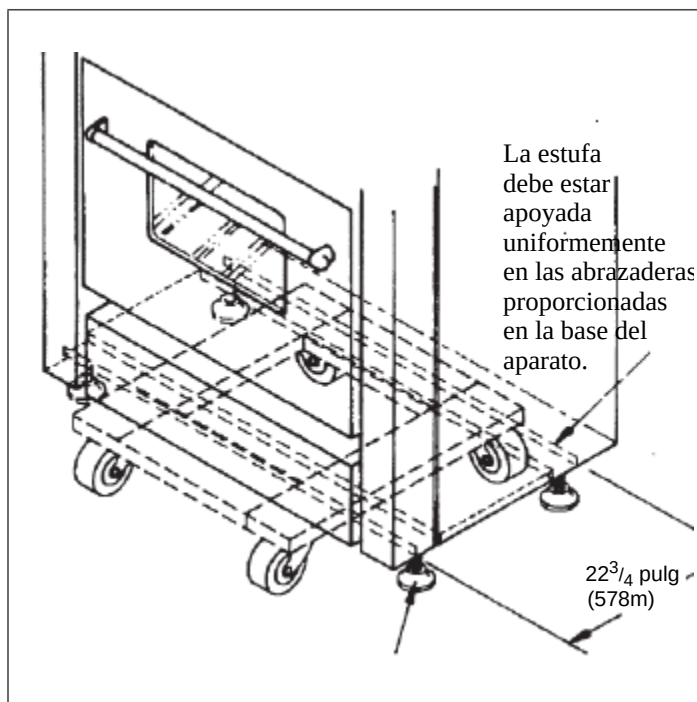

FIGURA 6: POSICIONAMIENTO DE LA PLATAFORMA DE RUEDAS
- Debido al peso de la estufa, se debe usar una plataforma de ruedas suaves o un ascensor hidráulico para transportar este aparato. Se debe repartir el peso uniformemente en la plataforma (vea la Figura 6).